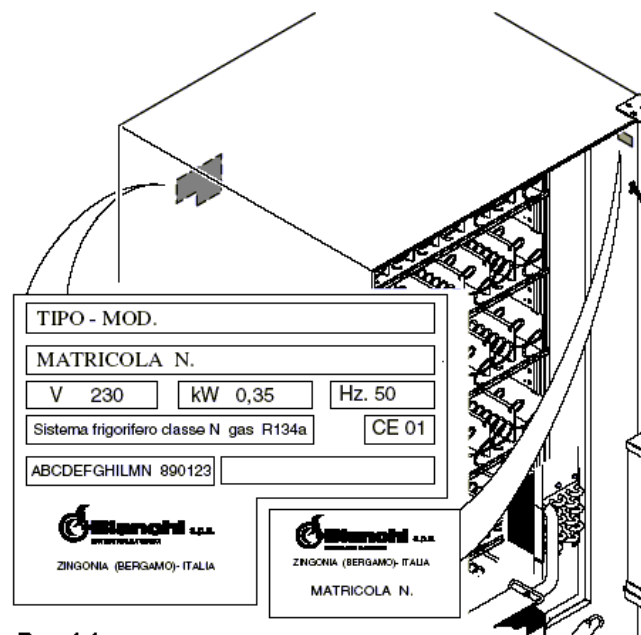

Рис. 1.1
- Дату регистрации серийного (заводского) номера (на паспортной табличке) (Рис. 1.1).